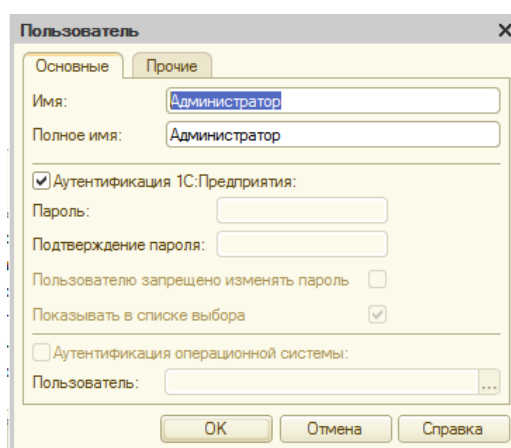

Рисунок 119 Создание пользователя
28. Добавьте нового пользователя с именем Администратор с помощью кнопки «**Добавить**» или меню **Действия – Добавить**. Установка и подтверждение пароля в учебной версии платформы 8.2 не доступны (рис. 119).